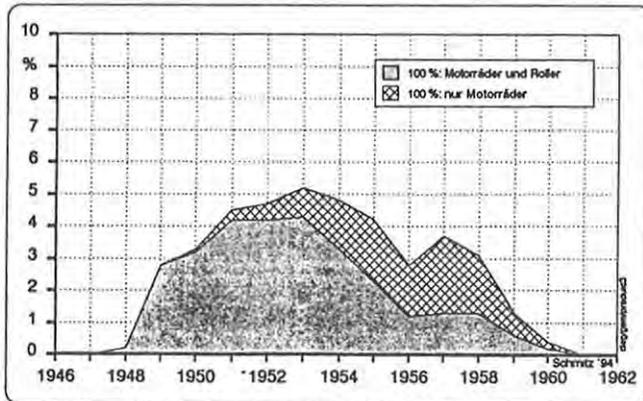

Bild 1: Horex-Produktionsanteil in Deutschland ( West )
HOREX baut mit der SB35 die stärkste deutsche Serienmaschine und produziert davon in dem Jahr 2.315 Stück. Damit ist auf der Rangliste der Hersteller allerdings nur der 10. Platz zu belegen, was einem Anteil an der westdeutschen Produktion von unter 3% entspricht (siehe Bild 1). Diesen Status hatte HOREX auch schon in der zweiten Hälfte der 30er Jahre. Die Inhaber der ersten drei Plätze, NSU, Zündapp und BMW - die Auto-Union baute in Ingolstadt gerade erst wieder die ersten RT 125 - produzierten zusammen schon weit über 40.000 Fahrzeuge und deckten damit über 50% der gesamten
Deshalb gibt es auch in Bild 1 eine unterschiedliche Bezugsbasis für die 100%-Menge: 'Mal sind die Roller mitgezählt, 'mal nur Motorräder allein zu Grunde gelegt. Für den HOREX-Anteil an der Produktion macht das in der zweiten Hälfte der 50er Jahre einen ganz erheblichen Unterschied, wie wir sehen. Da wäre, wie das Beispiel Heinkel zeigt, mit einem modernen Viertakt-Roller wie dem Rebell sicher noch einiges zu verdienen gewesen. Aber das Geld für zusätzliche Investitionen über Resi und Imperator hinaus fehlte 1956, dem Jahr der Vorstellung des Prototyps schon! Sehr spät wäre es auch zu diesem Zeitpunkt schon gewesen. Aber auf's Thema Roller komme ich gleich noch einmal zu sprechen.
Offensichtlich ist der Exportanteil bei BMW erheblich höher, als bei HOREX. Der Blick auf die gesamte Motorradproduktion zeigt, daß HOREX an den rund 210.000 im Westen hergestellten Fahrzeugen (ohne Mofas und Roller) einen Anteil von nun etwas über 3 % hat (siehe Bild 1). Die Produktion ist also seit '48 um ein Vielfaches gestiegen, die bei HOREX in etwa gleichem Maße mitgewachsen. Damit können wir uns jetzt ein Bild von der Position machen, die HOREX unter den Herstellern im Westen einnimmt. Trotz aller Marktbewegungen in den nächsten Jahren wird sich diese auch nicht mehr wesentlich ändern. HOREX hat:
- ca. 3 % bis maximal 5 % Anteil an der westdeutschen Produktion (siehe Bild 1, ohne Roller)